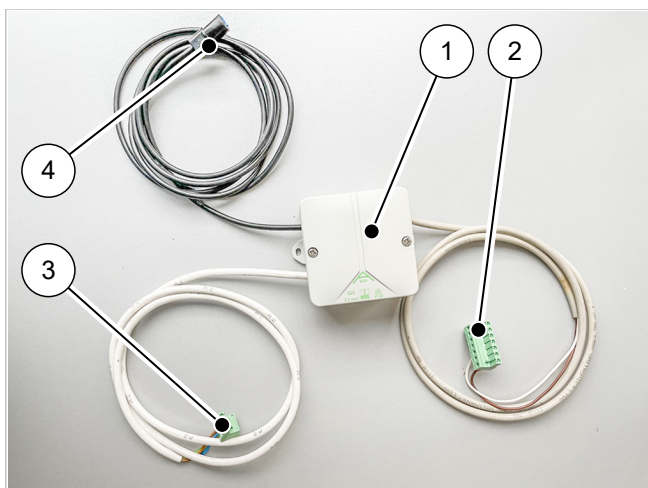

Abb. 1: Signalkonverter in Anschlussbox mit Anschlusskabeln
Signalkonverter anschließen (vgl. → Abb. 1)
1. Das 12V-Anschlusskabel, siehe → Abb. 1 (2), auf den 12V-Ausgang (1) stecken.
Die weitere Verdrahtung erfolgt analog der Beschreibung zur SolvisControl 2, wobei das WePa-Anschlusskabel, siehe → Abb. 1 (3), an den Ausgang „Pww“ der SI-Control / Netzplatine SolvisMax Baureihe 5 angeschlossen wird.